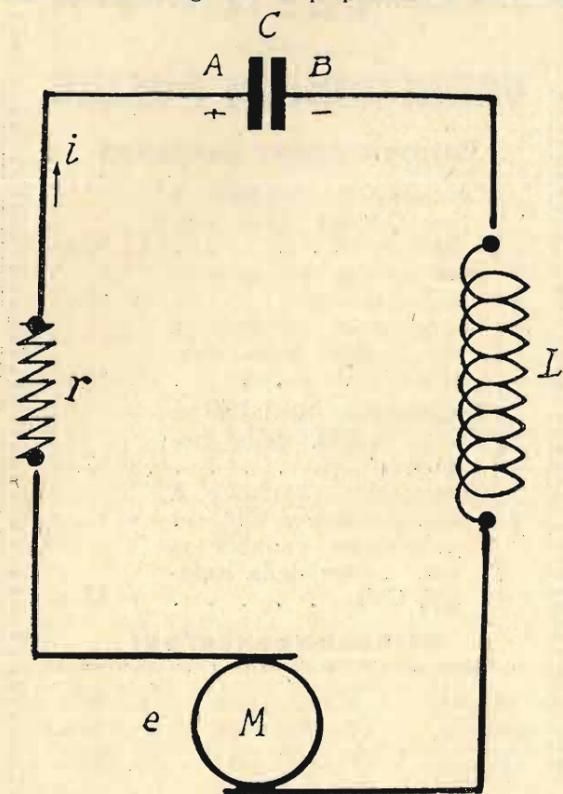

Fig. 10.
8.) Correnti alternative sinusoidali in circuiti presentanti resistenza ohmica, induttanza e capacità. — Sia dato il circuito BMA costituito com'è indicato schematicamente in fig. 10. Ci proponiamo di trovare la